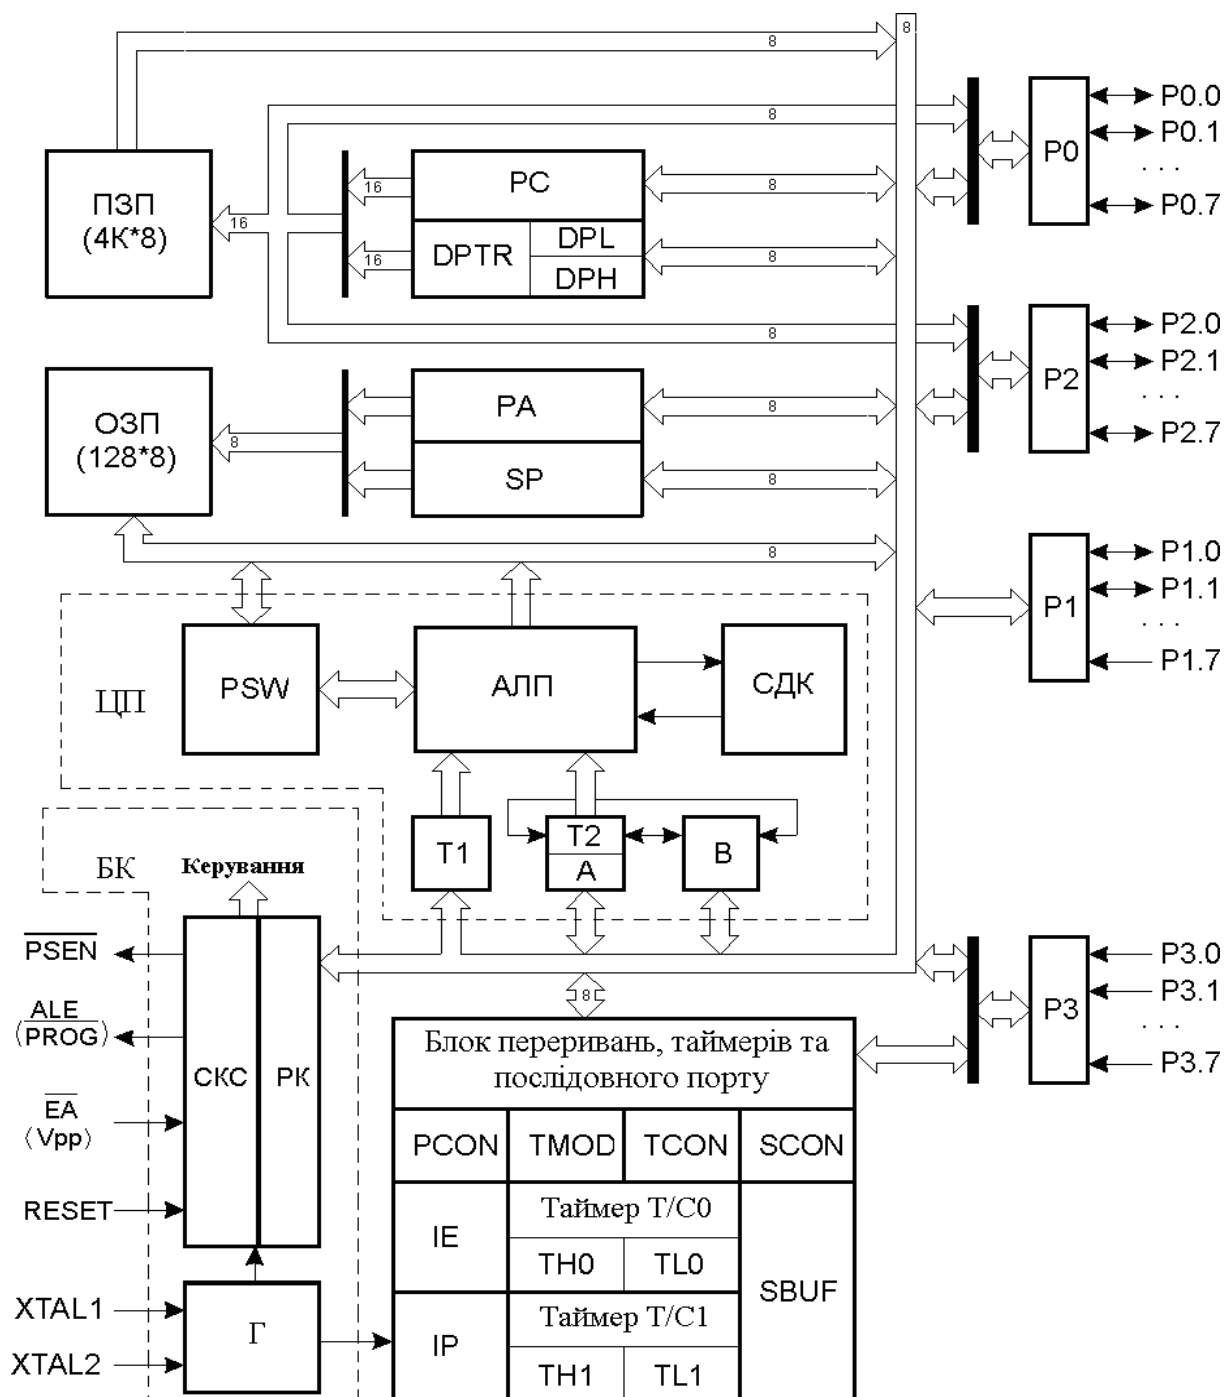

Рис. 4. Структурна схема мікроконтролера i8051
Структурна схема МК i8051 наведена на рис. 4. Розглянемо склад схеми та призначення її елементів.
Резидентна пам'ять даних адресується 8-розрядними регістром адреси (РА) або показником стеку (SP) (див. рис. 4). Регістр адреси є програмно-недоступним регістром, у який завантажується адреса комірки ОЗП під час виконання команд. Регістр SP призначений для адресації стеку, який є частиною РПД. Вміст SP інкрементується перед запам'ятовуванням даних у стеку за командами PUSH і CALL та декрементується за командами POP і RET. У процесі ініціалізації МК після надходження сигналу скидання (RESET) у SP автоматично завантажується код 07H. Отже, якщо програма не перевизначає стек, то перший байт даних у стеку
Блок переривань, таймерів та послідовного порту (рис. 4) містить два таймери-лічильники T/C0 та T/C1, регістр режимів таймерів-лічильників TMOD (*Timer/Counter Mode Control Register*), регістр керування таймерами-лічильниками TCON (*Timer/Counter Control Register*), буфер послідовного порту SBUF (*Serial Data Buffer*), регістр керування послідовним портом SCON (*Serial Port Control Register*), регістр дозволу переривань IE (*Interrupt Enable Register*), регістр пріоритетів переривань IP (*Interrupt Priority Control Register*) та регістр керування енергоспоживанням PCON (*Power Control Register*).